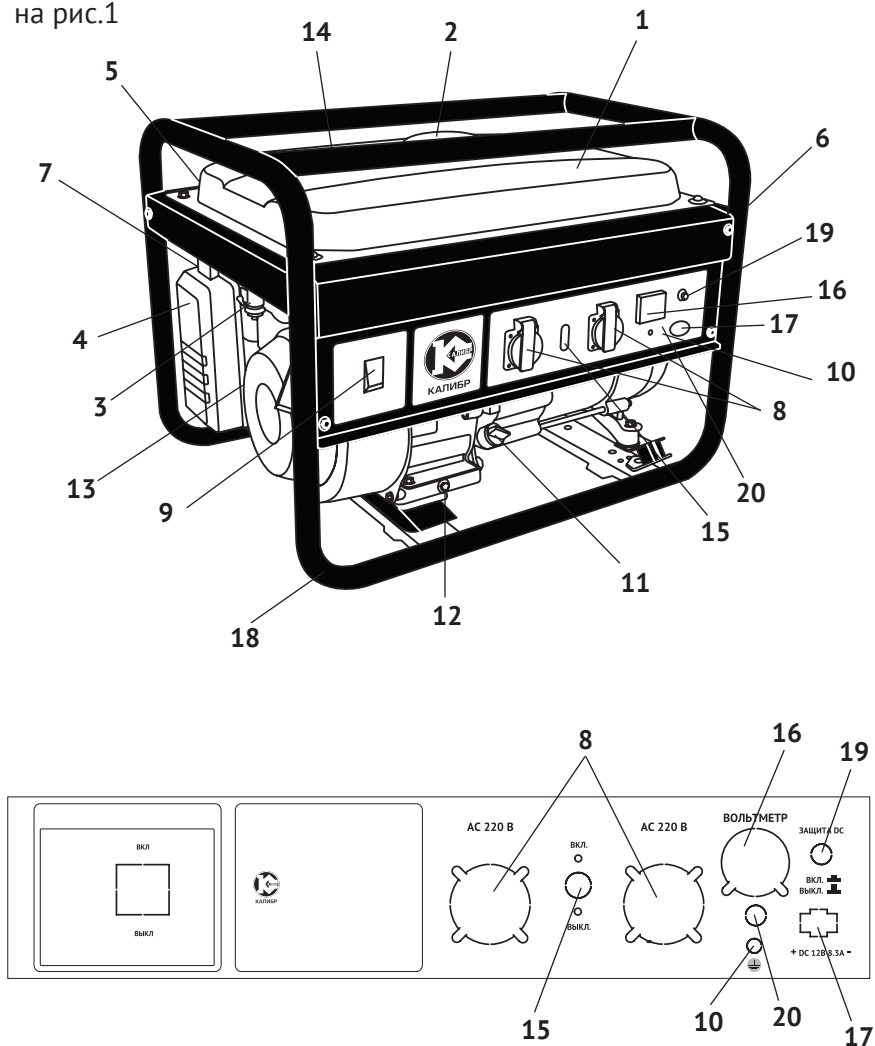

рис. 1
Коленчатый вал, приводимый во вращение возвратно-поступательными движениями поршня двигателя, передаёт крутящий момент на вал якоря генератора. Передача осуществляется через коническое сопряжение ротора генератора и вала двигателя. При этом образуется самотцентрирующаяся трёхопорная схема соединения. С обмоток статора генератора напряжение подводится: через систему стабилизации на розетки переменного тока (рис.1 поз.8); через выпрямительный блок на розетку постоянного тока (рис.1 поз.17).
на рис.1
3.4 Двигатель и генератор закреплены на трубчатой раме (рис.1 поз.18) через амортизаторы, что снижает вибрацию аппарата и уменьшает уровень шума при работе. Все элементы бензогенератора имеют удобный доступ для обслуживания и ремонта.
Электрическая сеть подключения потребителей относится к системе с изолированной нейтралью, предусматривающей защитное заземление открытых токопроводящих частей корпуса. В зависимости от местных условий (состав грунта, его влажность и т.п.) изменяется качество заземления. Во всех случаях защитное заземление должно иметь сопротивление не более 4-х Ом. Во время работы бензогенератора его клемма заземления (рис.1 поз.10) должна быть подсоединена к заземлителю. Практически это требование может быть реализовано следующими способами:
Выкрутите пробку-щуп из маслозаливной горловины (рис.1 поз.11) и залейте в картер масло необходимой марки до нижнего края горловины. Вставьте сухой чистый щуп в горловину картера и выньте его. Проверьте уровень масла: граница смоченной области щупа должна располагаться между отметками минимального и максимального уровней.
- перевести выключатель зажигания (рис.1 поз.9) в положение «ВКЛ.»;
- открыть топливный кран (рис.1 поз.3);
- перевести рычаг управления воздушной заслонкой (рис.1 поз.7) в крайнее левое положение «закрыто» при пуске холодного двигателя (для прогретого двигателя рычаг - в промежуточном положении);
- медленно потянуть рукоятку стартера (рис.1 поз.13) до появления сопротивления. Затем резким движением вытянуть трос до конца, повторить действие ещё раз, если двигатель не завёлся;
После прогрева двигателя в течение 10-40 секунд (в зависимости от начальной температуры), перевести рычаг воздушной заслонки (рис.1 поз.7) в крайнее правое положение «открыто».
- перевести выключатель зажигания (рис.1 поз.9) в положение «ВЫКЛ.»;
- закрыть топливный кран (рис.1 поз.3).
- наличие и величина напряжения переменного тока измеряется вольтметром (рис.1 поз.16);
При перегрузке может сработать защита генератора. Проверьте суммарную мощность подключённого оборудования. Отключите лишнее. Включите автомат защиты, утопив кнопку (рис.1 поз.15) до фиксации.